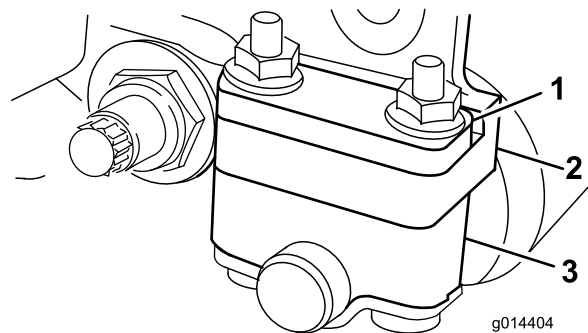
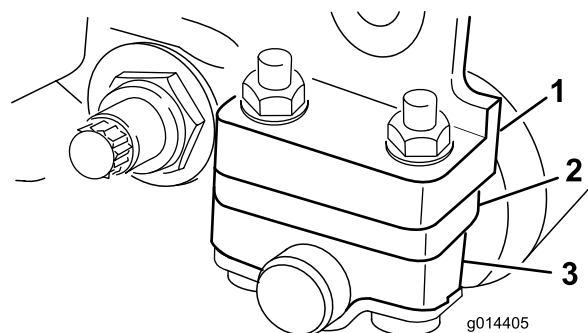

Figure 12
Figure 13
Selon la hauteur de coupe désirée, vous devrez placer les supports de rouleau arrière (Figure 12 ou Figure 13) en position haute ou basse :
- Placez l'entretoise au-dessus de la bride de fixation de la plaque latérale (réglage d'usine) lorsque les hauteurs de coupe sont comprises entre 1,5 et 6 mm, comme montré à la Figure 12.
- Placez l'entretoise en dessous de la bride de fixation de la plaque latérale lorsque les hauteurs de coupe sont comprises entre 3 et 25 mm, comme montré à la Figure 13.
4. Placez les entretoises sur les boulons au-dessus ou au-dessous des supports de rouleau, selon le cas (Figure 12 ou Figure 13).